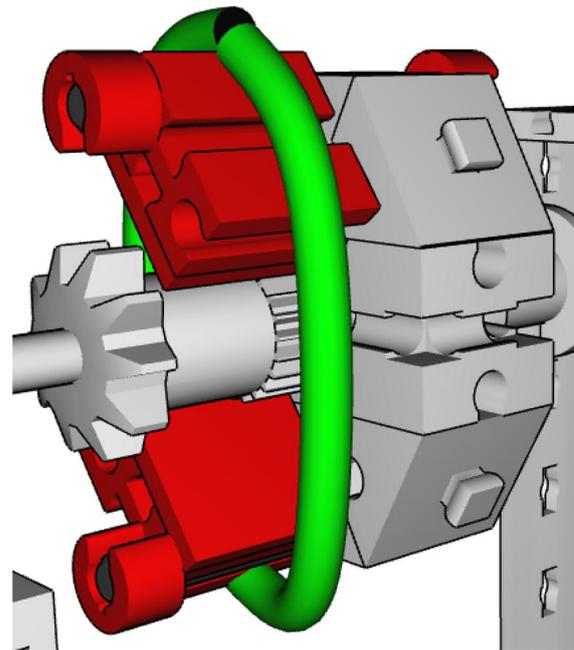

Abb. 31: Freilaufkupplung
- ein Haushaltsgummi geeigneter Länge (in Abb. 31 grün dargestellt). Dieses
Das funktioniert so: Die Bausteine 7,5 mit ihren Platten 15×15 darauf werden vom Gummiring genau wie in Abb. 31 gezeigt von beiden Seiten gegen das feine Ritzel des Zahnrads Z10 gedrückt. Wenn sich der Baustein 30 mit Bohrung mit all den Teilen für die Freilaufkupplung wie in Abb. 31 gesehen nach links dreht (entgegen dem Uhrzeigersinn), dann dreht die Anordnung einfach durch. Die Platten gleiten einfach